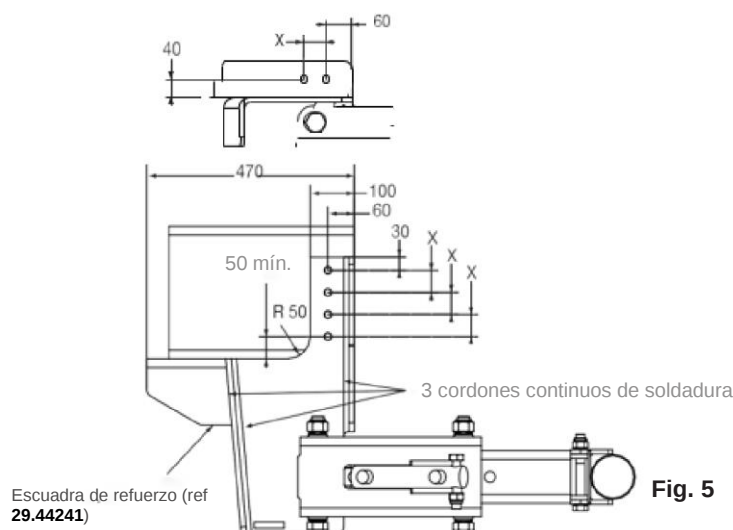
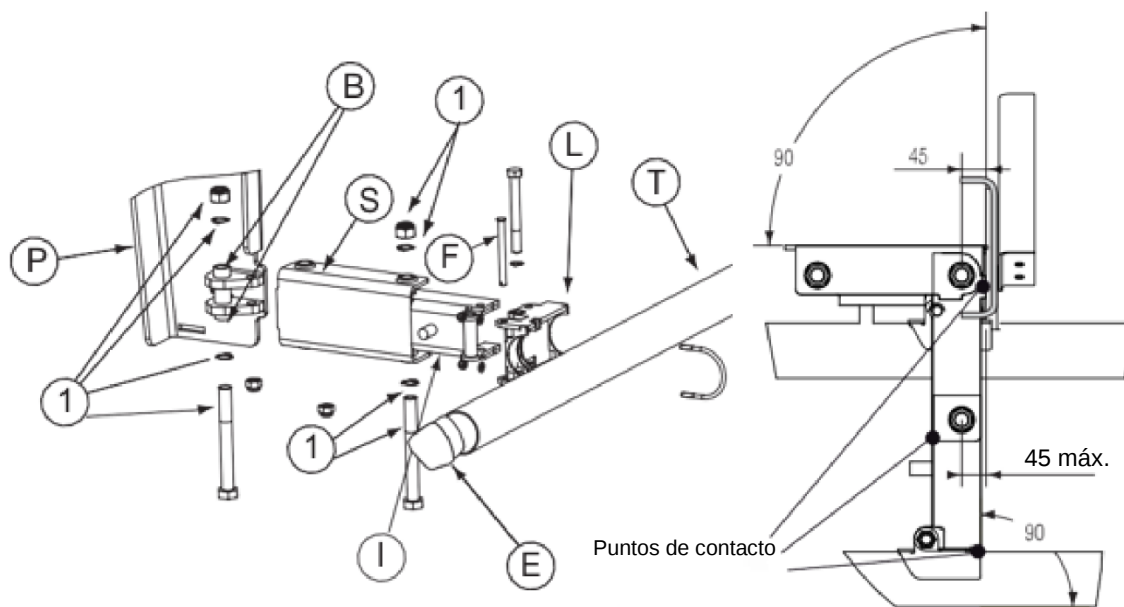
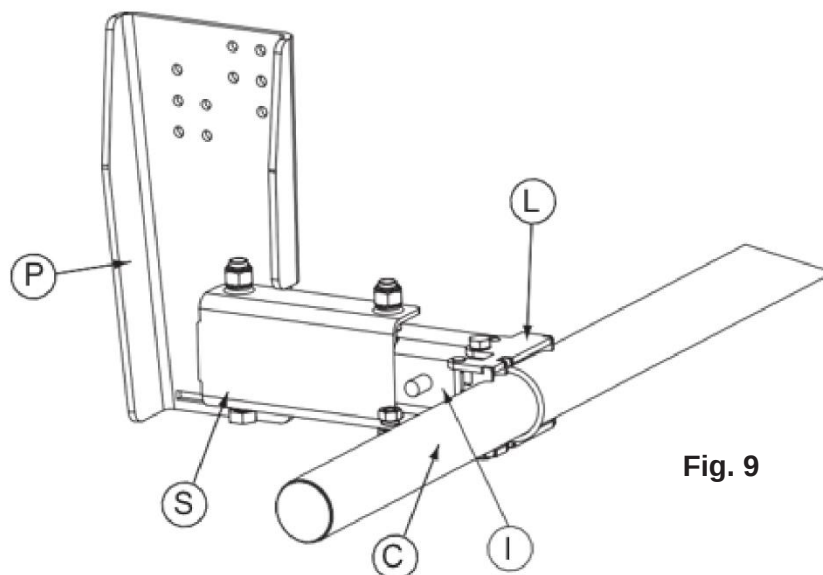

Fig. 5
Fig. 8
Fig. 9
- Coloque los brazos superiores (**S**) en las pletinas (**P**) y fíjelas en los resaltes (**B**) con los tornillos M27 (**1**), las arandelas y las tuercas incluidas. Coloque y fije los brazos inferiores (**i**) en los brazos superiores (**S**) con los tornillos M27(**1**) (véase fig. 8). Los tornillos M27 deben apretarse a fondo y, seguidamente, aflojarse 1/6 de vuelta.
- Monte los soportes de tubo (**I**) en los brazos inferiores (**i**) con los tornillos M20 (**2**) previstos (véase fig. 9).
- Compruebe las posiciones extremas de los brazos superiores (**S**) respecto a las pletinas (perpendicular y paralela) y pula los puntos de contacto si fuera necesario (véase fig. 9).
- Coloque las pletinas (**P**) en los largueros según las condiciones de instalación y, seguidamente, perforo las pletinas, y móntelos con los 20 tornillos M14 clase 10.9 de paso fino (**3**), las arandelas y las tuercas incluidas ($C = 180 \text{ Nm} \pm 10 \%$) o la soldadura para vehículos incluida en el Reglamento europeo (UE) 2015/208.
- Si ha optado por utilizar la escuadra de chasis (ref. 29.44241), recorte las pletinas según la fig. 5 y, a continuación, coloque las pletinas y las escuadras en los largueros, perfórelos y, seguidamente, móntelos con 12 de los 20 tornillos (**3**). A continuación, suelde las escuadras a las pletinas con 3 cordones continuos (fig. 5).
- Coloque los brazos superiores (**S**) en las pletinas (**P**) y fíjelas en los resaltes (**B**) con los tornillos M27 (**1**), las arandelas y las tuercas incluidas. Coloque y fije los brazos inferiores (**I**) en los brazos superiores (**S**) con los tornillos M27(**1**) (véase fig. 8).
- Monte los soportes de tubo (**L**) en los brazos inferiores (**I**) con los tornillos M20 (**2**) previstos (véase fig. 9).
- Tras colocar las dos manetas (M), coloque la barra antiempotramiento (T) (véase fig. 10) en los soportes de tubo para embridar (I) comprobando siempre los puntos de contacto de la fig. 9.
- Verifique la posición baja (en carretera) con la colocación de los ejes de seguridad (**fig. 8**), la posición alta (en obra) y los puntos de contacto (**fig. 9**).
Coloque los dos topos de goma (c) (véase **fig.9**), fijándolos en los orificios previstos en la parte superior de los brazos inferiores (i).